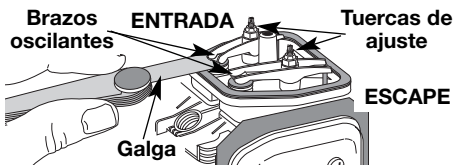

Fig. 36
- El pistón se encuentre en la parte superior de su recorrido mientras mira dentro del orificio de la bujía de encendido (Fig. 36).
9. Deslice la galga entre el brazo oscilante y el resorte de retorno de la válvula. Mida el huelgo entre el vástago de la válvula y el brazo oscilante (Fig. 36). Realice esto en las válvulas de entrada y de escape.
- a. Gire la tuerca de ajuste con una llave de 5/16 pulgadas (8 mm) o una guía de tuercas (Fig. 36).